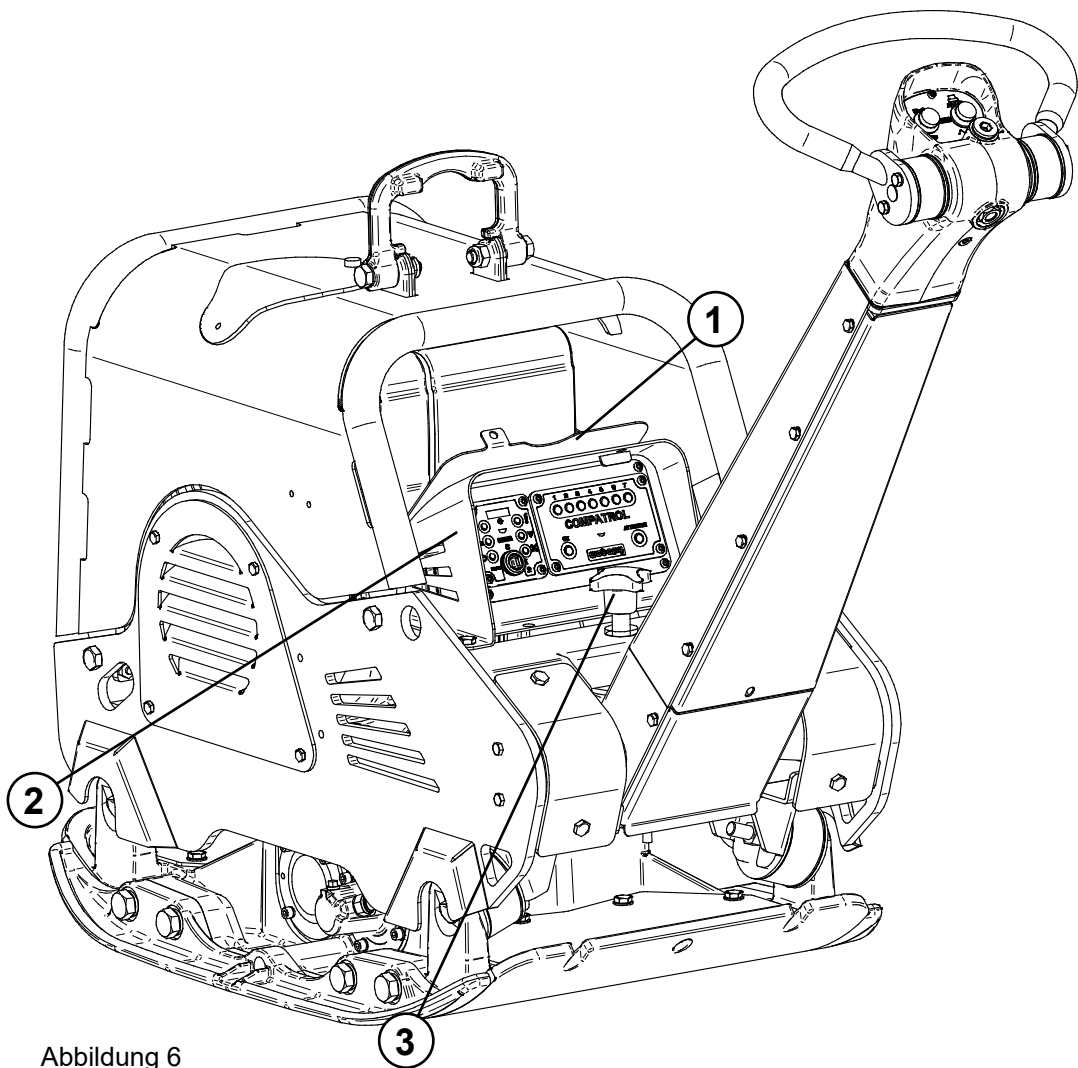

Abbildung 6
- ▶ Die gewünschte Arbeitshöhe der Handführungsstange an der Einstellschraube (Position 3, Abbildung 6) einstellen.
- ▶ Die Vandalismusklappe (Position 1, Abbildung 6) öffnen.
- ▶ Die Vandalismusklappe (1) in die vorgesehene Halterung auf dem Armaturenkasten (Position 2, Abbildung 6) stecken.